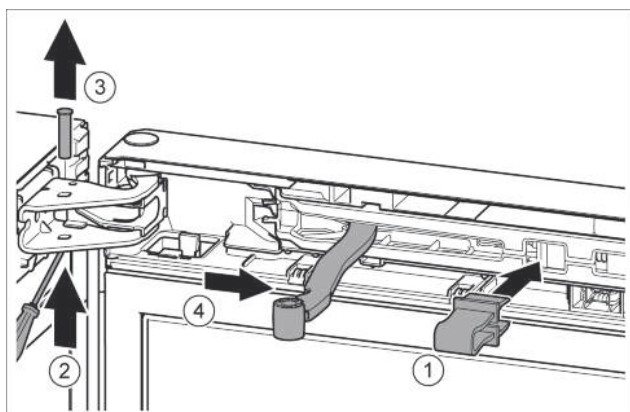

Fig. 10
- Зафиксировать предохранитель в отверстии. Fig. 10 (1)
- Выкрутить палец при помощи отвёртки. Fig. 10 (2)
- Извлечь палец движением вверх. Fig. 10 (3)
- Повернуть шарнир в направлении двери. Fig. 10 (4)